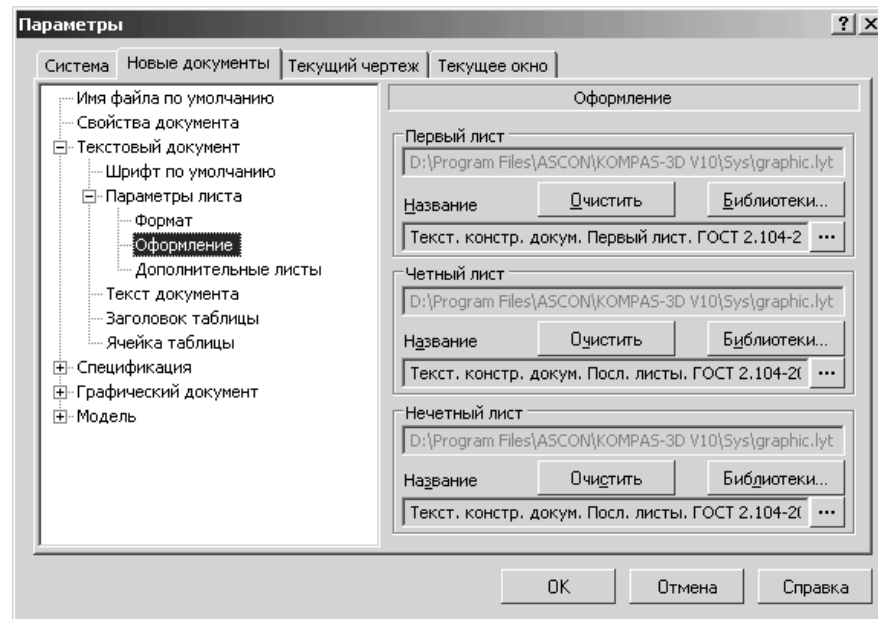

Рис. 10.5. Диалоговое окно **Параметры** с открытой вкладкой **Новые документы** и панелью **Оформление**
- щелкните в списке настраиваемых элементов листа по пункту **Оформление**. В правой части появится панель **Оформление**, показанная на рис. 10.5;